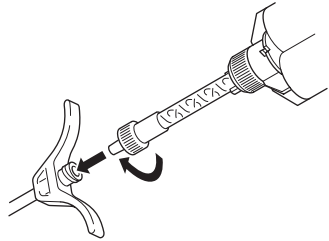

Abbildung 4 – Cortoss Mischaufsatz mit der Einspritzkanüle verbinden
- Den Cortoss Mischaufsatz mit der Einspritzkanüle verbinden (Abbildung 4).